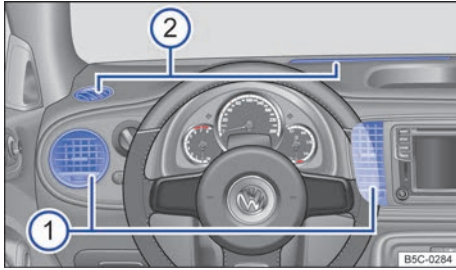

Fig. 90 Difusores de aire en el tablero de instrumentos (lado del conductor).
Las posiciones → fig. 90 ① y ② se encuentran en la misma posición en el lado del acompañante:
- ① Difusores de aire regulables: Para abrir y cerrar estos difusores, gire la ruedecilla moleteada en la dirección deseada. Con la pestaña de la rejilla del difusor, ajuste la dirección en la que desee que salga el aire.
- ② Difusores de aire no regulables